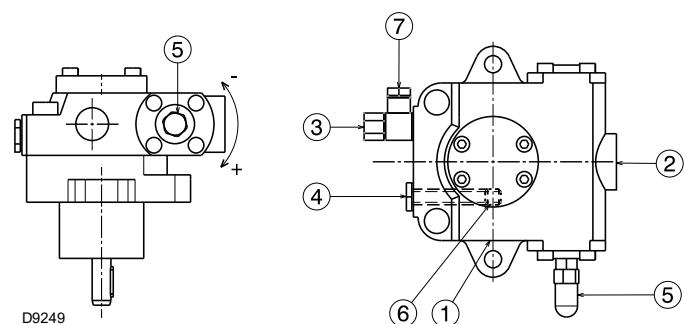

Рис. 24
Они устанавливаются на горелку с закрытым байпасом с помощью винта 6) (Рис. 24).
- Для автоматического запуска насоса (Рис. 24) необходимо отвернуть винт 4) насоса, чтобы выпустить воздух, содержащийся во всасывающем трубопроводе.
Обозначения (Рис. 24)